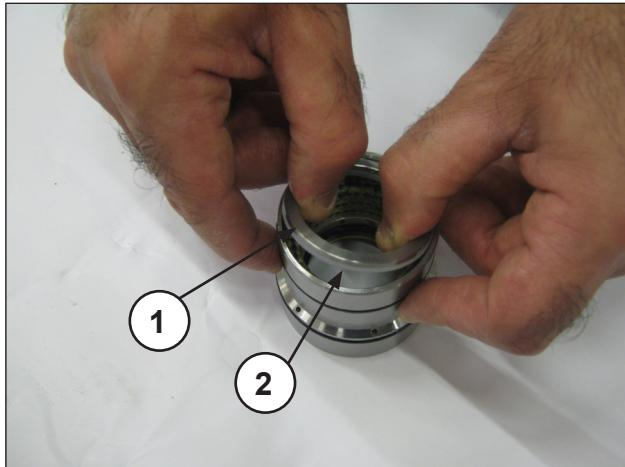
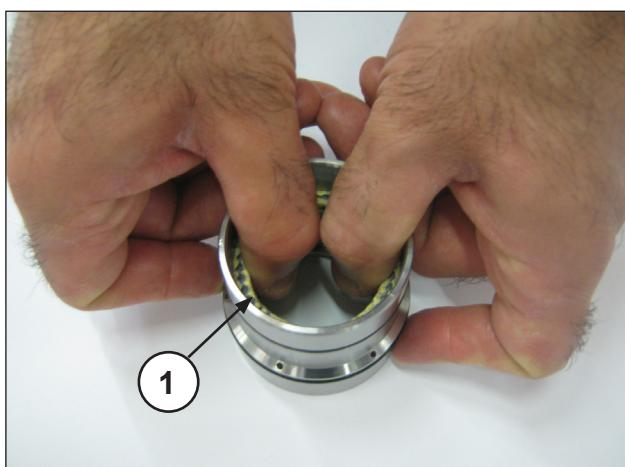

Fig. 25
Fig. 26
Separar el soporte de juntas de la camisa, desmontar la anilla del muelle y la anilla de retén (pos. ①②, Fig. 25) para acceder a las juntas de presión (pos. ①, Fig. 26).